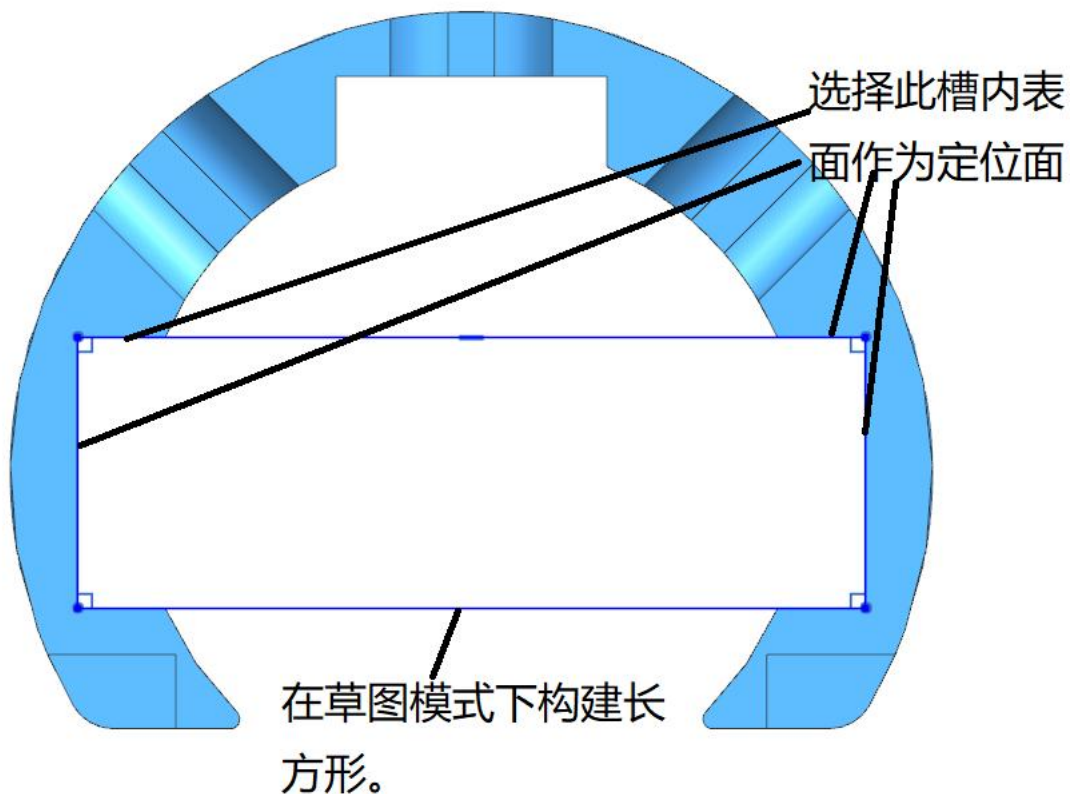

图 9-3 定位面选择与创建
1、定位结构设计：在草图模式下，选择包容块端面，创建草图如图 9-3 所示，